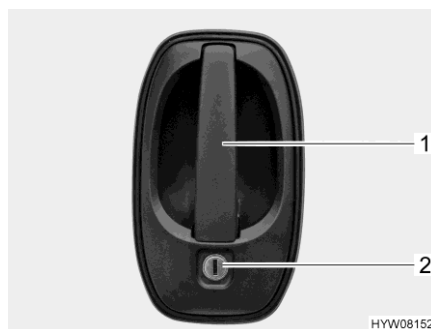

Fig. 53 Serrure de porte (porte chauffeur / porte cellule, extérieur)
- Insérer la clé dans le barillet (Fig. 53,2) et la tourner jusqu'à ce que la serrure de la porte soit déverrouillée.
- Tirer sur la poignée de la porte (Fig. 53,1). La porte est ouverte.
- Insérer la clé dans le barillet (Fig. 53,2) et la tourner jusqu'à ce que la serrure de la porte soit verrouillée.